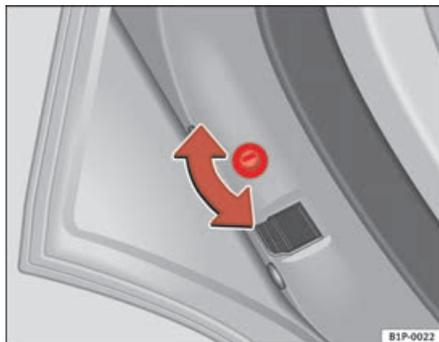
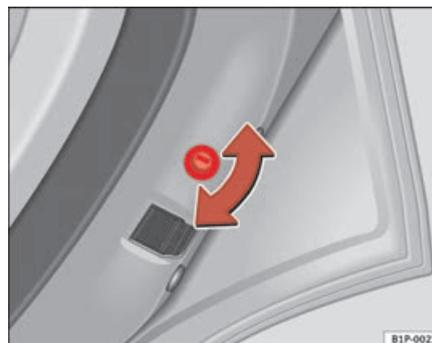

Fig. 61 Sécurité enfants de la porte gauche
Fig. 62 Sécurité enfants de la porte droite
- Lorsque la porte est ouverte, tournez la rainure avec la clé du véhicule dans le sens horaire pour les portes de gauche et dans le sens anti-horaire pour les portes de droite ⇒ fig. 61, ⇒ fig. 62.
- Lorsque la porte est ouverte, tournez la rainure avec la clé du véhicule dans le sens horaire pour les portes de droite et dans le sens anti-horaire pour les portes de gauche ⇒ page 102, fig. 61, ⇒ page 102, fig. 62.